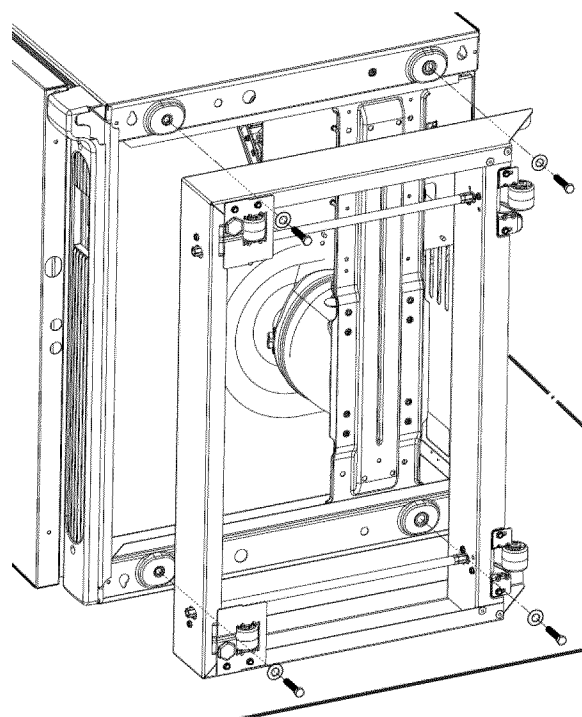

Figure 13
- Répétez la procédure indiquée ci-dessus pour les trois autres points de fixation. Reportez-vous à la figure 13.